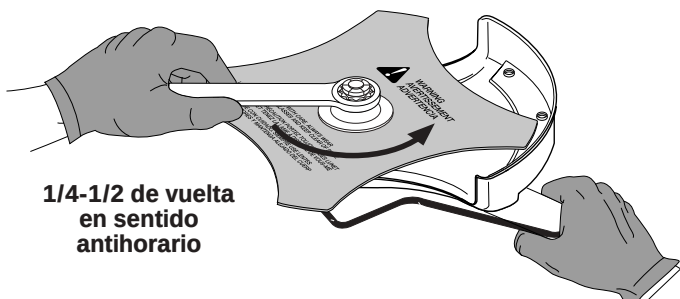

Fig. 13
- Si no tiene una llave de torsión, use una llave de boca cerrada de 16mm (5/8 de pulgada) o de casquillo, gire la tuerca hasta que el retén de la cuchilla esté ajustado contra el buje del eje. Verifique que la cuchilla esté bien instalada, luego gire la tuerca 1/4 a 1/2 vuelta más en sentido antihorario (Fig. 13).